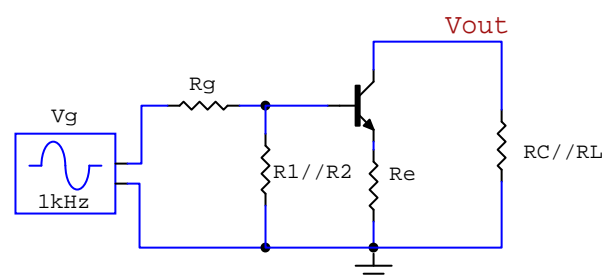

Fig.9
- In queste condizioni la linea di alimentazione continua diventa massa, dinamicamente; R_1 ed R_2 finiscono in parallelo, lo stesso accade a R_c e R_L e si ottiene il circuito dinamico di Fig.9.